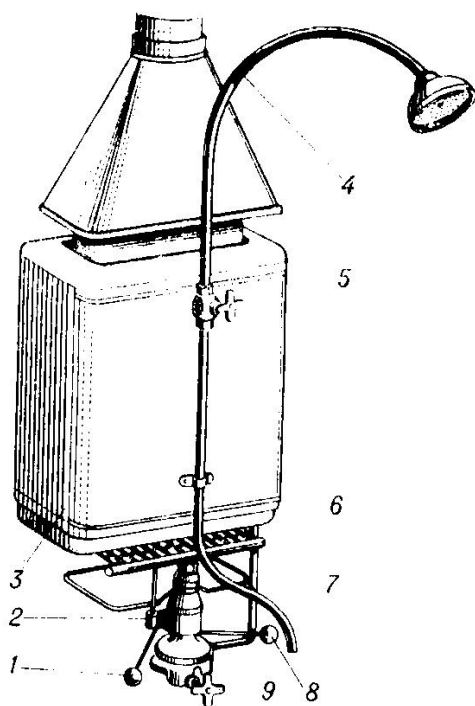

Рис. 4. Водонагреватель КГ:
*Водонагреватель КГ* (рис. 4) — полуавтоматический аппарат, не обеспечивающий многоточечного водоразбора. В первые годы выпуска он был рассчитан на сжигание искусственного газа, а к концу выпуска имел инжекционную горелку СБ-2. Теплообменник аппарата имеет двухрядный калорифер и двухзаходный змеевик.